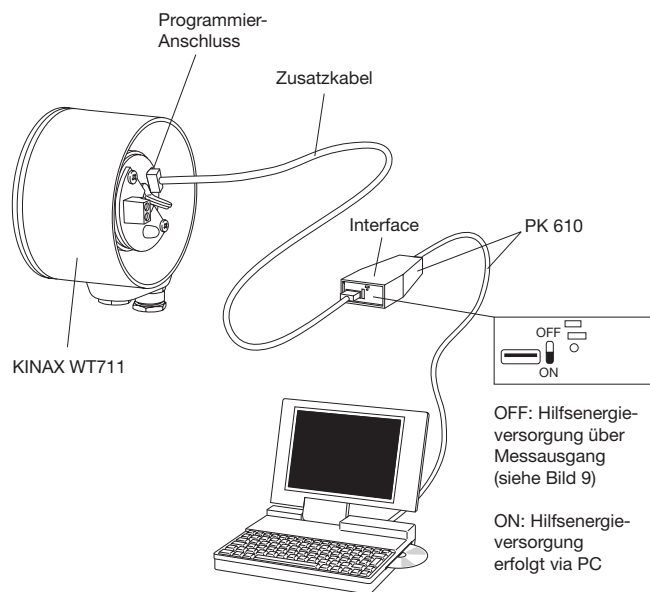
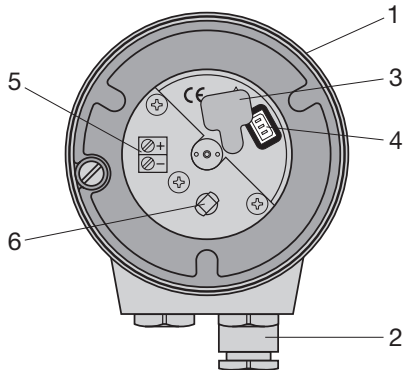

Bild 6
Bild 8. Gehäuse (1), Deckel abgenommen, mit Klemmen (5) und Stopfbuchsen (2).
1. Kunststoff-Deckel vom Gehäuse entfernen. Durch Abziehen des Gummi-Verschlusses (3) wird der Programmieranschluss (4) zugänglich (siehe Abschnitt «7.1 Leitungen anschliessen» und Bild 8). KINAX WT 711 nach Bild 6 mit der Programmier-einrichtung verbinden. Konfigurations-Software 2W2 starten. Gerät – wenn nötig – mit den gewünschten Messbereichsdaten konfigurieren.
1. Messumformer in Betrieb nehmen und gemäss Bild 6 an Programmier-einrichtung anschliessen (Schalter AUX am PK 610 auf OFF).